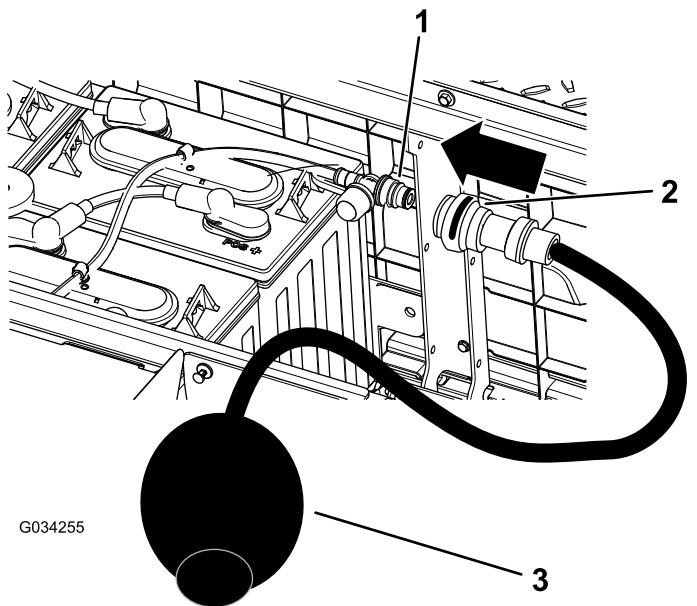

Figura 40
7. Conecte su bomba de agua manual Toro al orificio de llenado de agua (Figura 40).